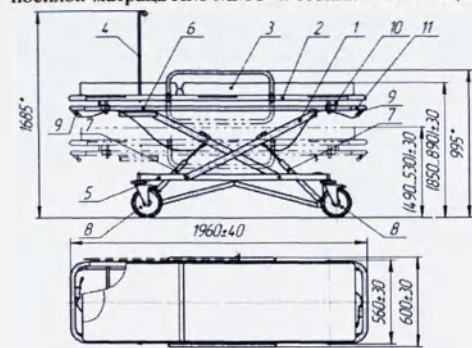

Рисунок 1. Тележка ТВ-ММ мод. 1260
2.4. Габаритные размеры, мм	См. рис. 1
4.1. Изделие (см. рисунок 1) состоит из: тележки многоуровневой 1, носилок жестких НЖ-1 ММ 2, носилок-матраца НМ-ММ 3 и стойки капельницы 4.
- рамы с продольными брусками 12 из алюминиевого сплава на четырех жестких опорах 13 и ручек 14 из стальных труб с покрытием из трубки ПВХ. Для установки стойки капельницы 4 (см. рисунок 1) из нержавеющей трубы на брусках 12 имеются отверстия;